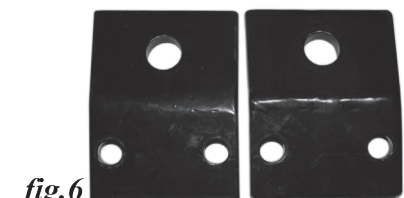

fig.6
- Fixez les deux supports de patins (de fig.6) au fond de la nervure transversale inférieure sur le dos de la lame du chasse-neige. Ils devraient être attachés de sorte qu'ils sont en forme de coupe vers le haut, les extrémités des supports avec les